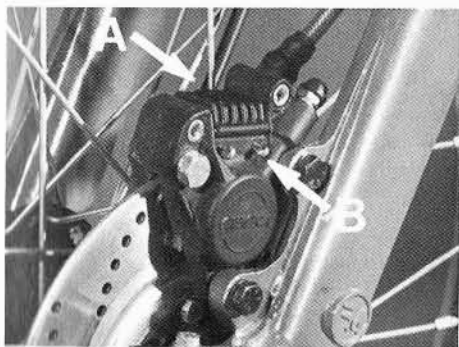

Fig. 37 - Pinza freno.
- smontare il coperchetto (A fig. 37).
- smontare le copiglie (B fig 37).